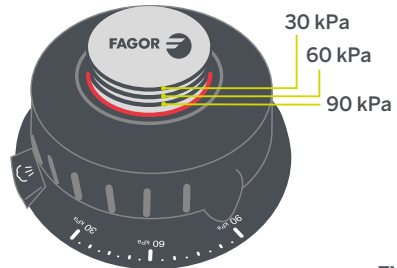

Fig. 7
Soupe de régulation de la pression (3) (modèles Dual Xpress). Stabilise la pression à l'intérieur de l'autocuiseur selon le niveau de pression sélectionné. En tournant le régulateur de pression (15) dans le sens inverse des aiguilles d'une montre (Fig. 7), vous pourrez augmenter progressivement la pression de cuisson : cuisson traditionnelle (30 kPa), cuisson rapide (60 kPa) et super rapide (90 kPa).